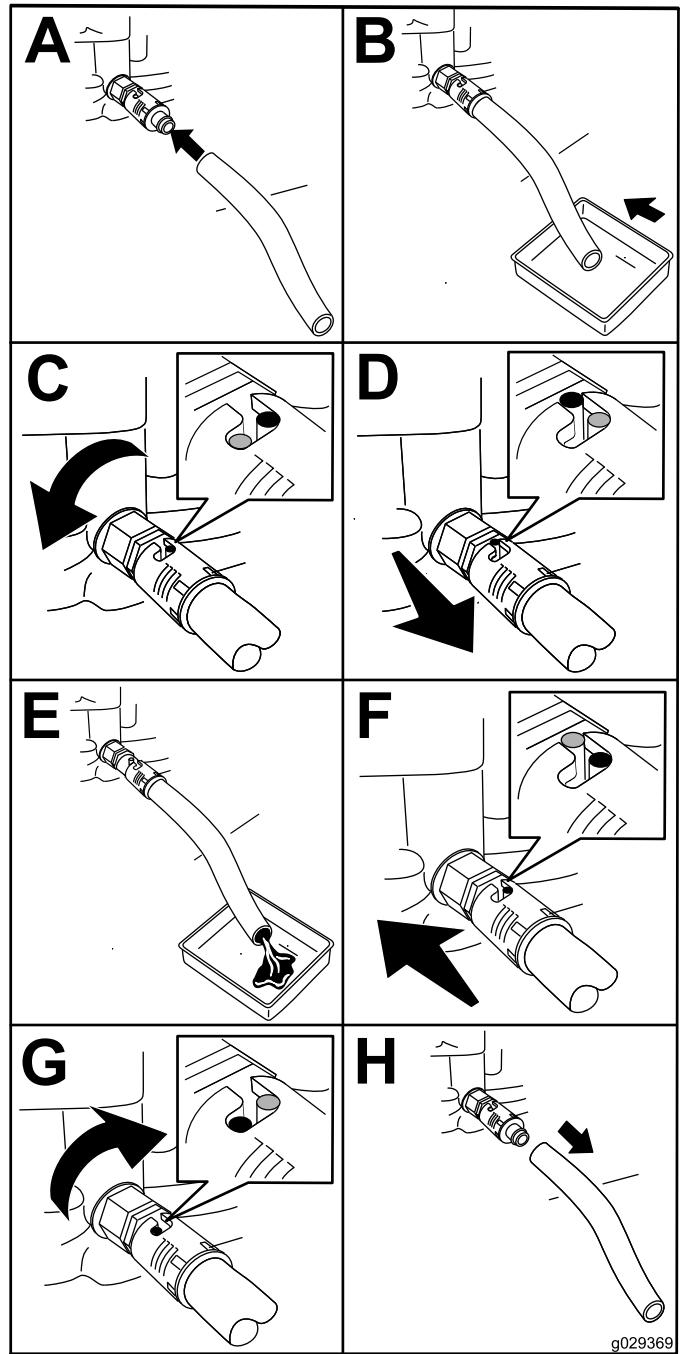

Figura 29
1. Instale la manguera de vaciado en la válvula de vaciado (Figura 29).
2. Coloque el otro extremo de la manguera (Figura 29) en un recipiente con 1 litro de capacidad.
3. Gire la válvula de drenaje de aceite 1/4 en sentido antihorario y deje que el aceite del motor se drene por completo (Figura 29).
4. Gire la válvula de drenaje de aceite 1/4 en sentido horario para cerrar la válvula (Figura 29).
5. Retire la manguera de drenaje (Figura 29) y límpie el aceite que se haya derramado.